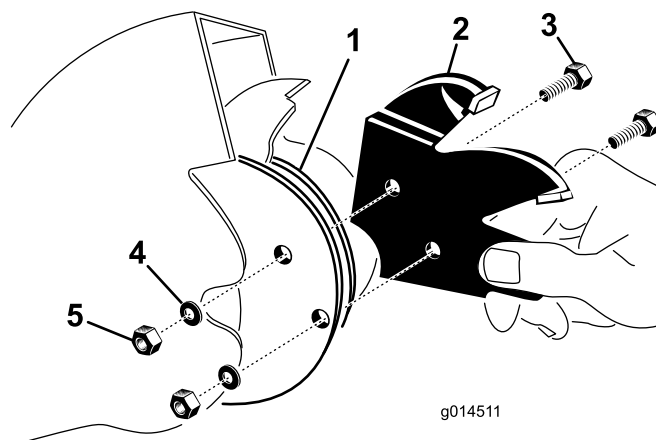

Figure 20
4. Insérez la section entre les brides de montage de la lame (Figure 20) et fixez-les avec 2 boulons, rondelles de blocage et écrous.
2. Retirez les deux boulons qui retiennent chaque section de la lame. Attention à ne pas faire tomber une section en la desserrant, car elle pourrait s'ébrécher (Figure 20).